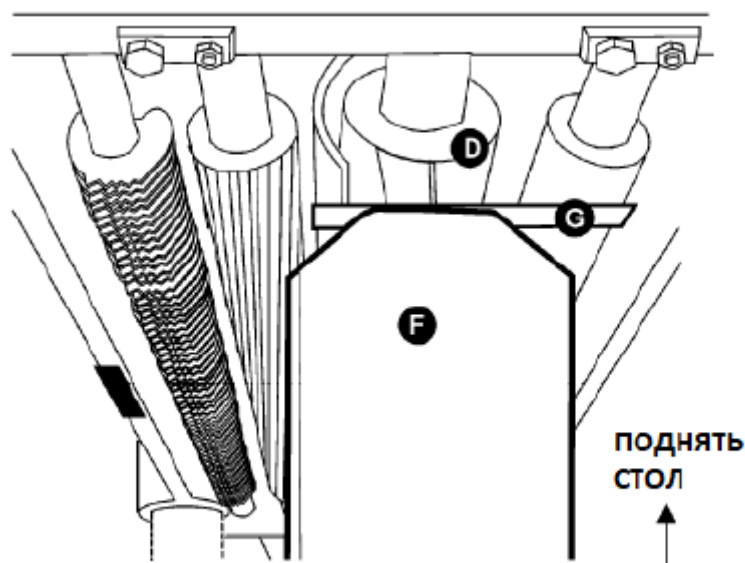

Рис. 26 Проверка разгрузочного ролика
3. Поместите измерительный блок (F) на стол прямо под фрезерную головку (D), см. Рис. 26. Используя щуп на 0,03" (0,75 мм), помещенный на верхнюю часть измерительного блока, поднимайте рабочий стол до тех пор, пока нож не коснется щупа при нахождении ножа в самой нижней точке. Не перемещайте рабочий стол дальше при регулировке разгрузочного ролика.